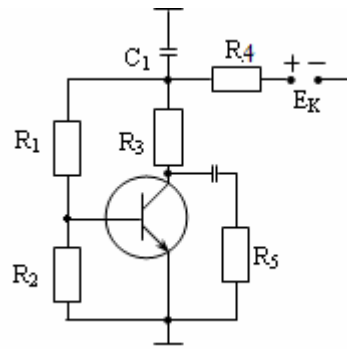

Рис. 5
5.3. Построить нагрузочную прямую переменного тока (рис.5, табл.4).